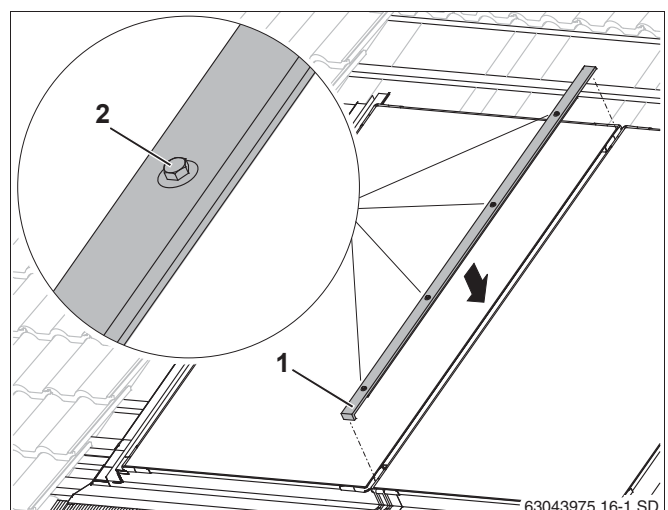

Рис. 51 Средняя накладная планка
- ▶ Вставьте накладную планку (рис. 51, **поз. 1**) отбортовкой вниз в промежуток между двумя коллекторами и выровняйте её.
- ▶ Начиная снизу, вручную затяните винты (рис. 51, **поз. 2**) ключом SW 8.